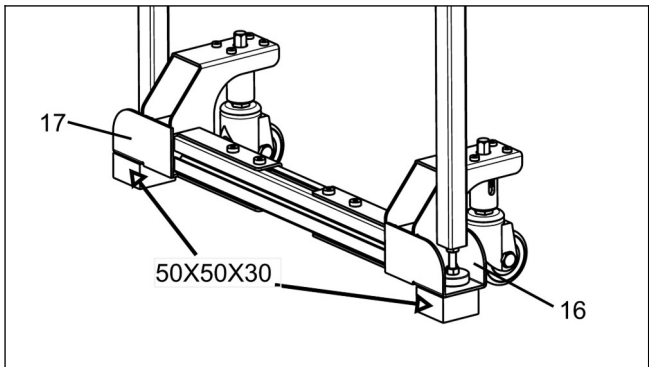

图 21
b. 将延伸台板支腿放入左托架“16”及右托架“17”内并在下方各垫一块 50X50X30mm 的木块。（见图 21）